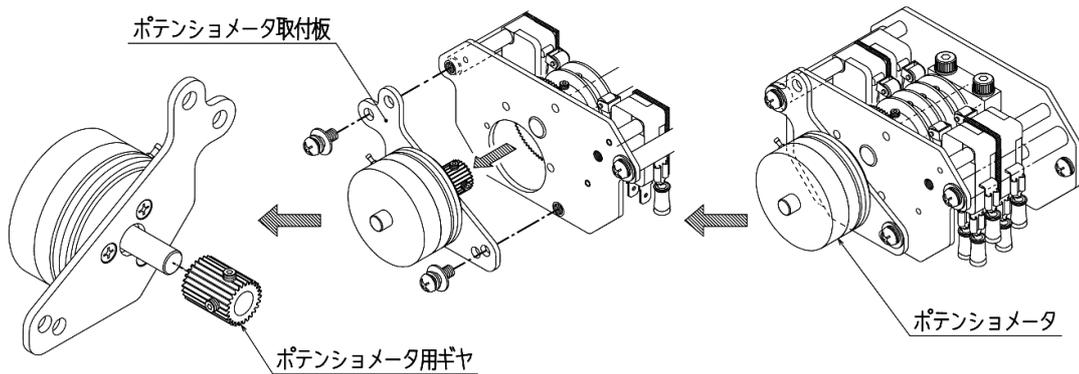

図9：ポテンシオメータの取り外し
- ⑤RM端子に(+)、WM端子に(-)をデジタルマルチメータ等（電圧レンジ）にてあて、電圧値を測定、記録します。
- ⑥ポテンショメータ本体の3端子に接続されているリード線色と端子番号を記録します。
- ⑦ポテンシオメータの端子付近からリード線を切断します。
⑧ポテンシオメータ取付板を取り外します。(図9参照)